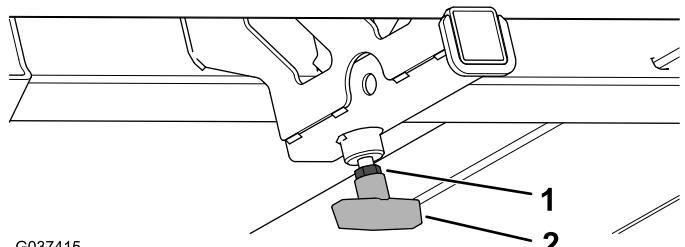

Bild 10
9. Ziehen Sie die Klemmmutter ($3/8''$) ganz gegen den T-Griff an (**Bild 10**).